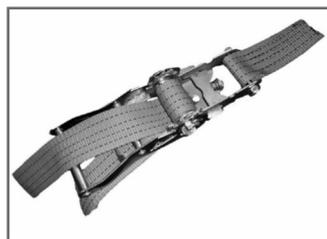

рис. 8
- Расфиксировать стяжные ремни на накладке в следующей последовательности (см. Рис. 8):